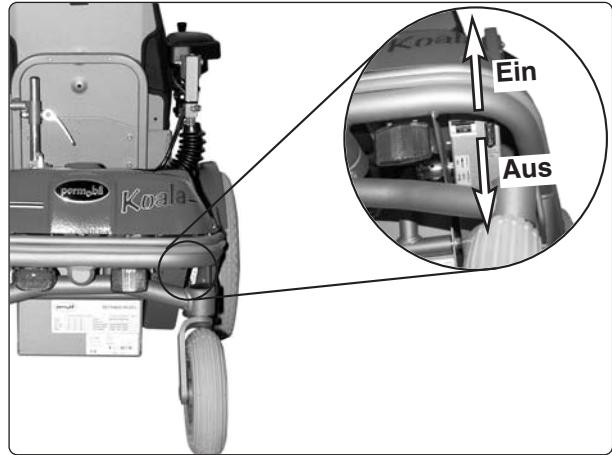

Abb. 11. Hauptsicherung/Batterietrenner.
4. Stellen Sie die Hauptsicherung auf "AUS", siehe Abb. 11.